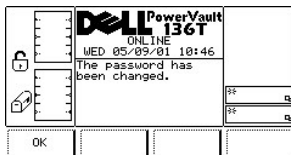

Figure 83. Setup > Utils > Secure > Dialog Password Changed
- n Saisissez ensuite le nouveau mot de passe dans le champ **New** puis appuyez sur la touche de fonction **OK**. Le mot de passe est changé mais n'est pas enregistré. Reportez-vous à la Figure 83.